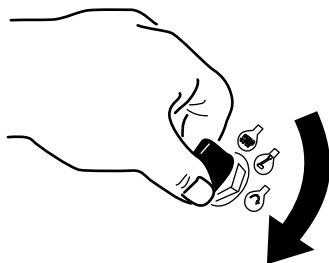

Figura 13
1. Gire la llave de contacto a la posición de ARRANQUE (Figura 13).
Para desplazar la máquina hacia adelante, apriete el control de tracción hacia la empuñadura (Figura 13).
Para desplazar la máquina hacia atrás, empuje la palanca supletoria hacia abajo para alejar el control de tracción de la empuñadura (Figura 13).